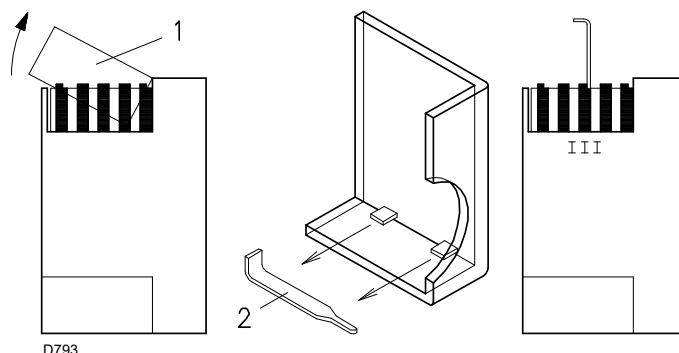
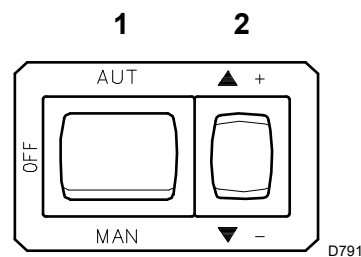

Fig. 23
Fig. 25
Chiudere i termostati/pressostati e mettere l'interruttore di Fig. 25 in posizione "MAN".
Premere ora il pulsante 2)(Fig. 25) "aumento potenza" e tenerlo premuto fino a quando il servomotore ha aperto la serranda aria e la farfalla del gas a 90°.
La potenza MIN va scelta entro il "Campo di lavoro" a pag. 9. Premere il pulsante 2)(Fig. 25) "diminuzione potenza" e tenerlo premuto fino a quando il servomotore ha chiuso la serranda aria e la farfalla del gas a 15° (regolazione fatta in fabbrica).
- Se bisogna diminuirla, ridurre un poco l'angolo della camma III (Fig. 23) con piccoli spostamenti successivi, cioè portarsi dall'angolo 15° a 13° - 11°....
- Se bisogna aumentarla, premere un poco il pulsante "aumento potenza" 2)(Fig. 25), (aprire di 10-15° la farfalla del gas), aumentare l'angolo camma III (Fig. 23) con piccoli spostamenti successivi, cioè portarsi dall'angolo 15° a 17° - 19°.... Quindi premere il pulsante "diminuzione potenza" fino a riportare il servomotore nella posizione di minima apertura e misurare la portata del gas.
Il servomotore segue la regolazione della camma III solo quando si riduce l'angolo della camma. Se bisogna aumentare l'angolo della camma, è necessario prima aumentare l'angolo del servomotore con il tasto "aumento potenza", poi aumentare l'angolo della camma III ed infine riportare il servomotore nella posizione di potenza MIN con il tasto "diminuzione potenza". Per l'eventuale regolazione della camma III, togliere il coperchio 1)(Fig. 23), inserito a scatto, come indicato nella (Fig. 23), estrarre l'apposita chiavetta 2)(Fig. 23) dal suo interno ed inserirla nell'intaglio della camma III.
Premere un poco il pulsante 2)(Fig. 25) "aumento potenza" in modo che una nuova vite 5)(Fig. 23) appaia all'interno dell'apertura 6)(Fig. 23), regolarla fino ad ottenere una combustione ottimale. Procedere allo stesso modo con le viti successive.
Fare attenzione che la variazione del profilo della camma sia progressiva. Spegnerne il bruciatore agendo sull'interruttore 1)(Fig. 25), posizione OFF, svincolare la camma a profilo variabile mettendo in posizione verticale l'incasso 2)(Fig. 25) dal servomotore, e verificare più volte ruotando a mano la camma avanti ed indietro che il movimento sia morbido e privo di impuntamenti. Per quanto è possibile, fare attenzione di non spostare le viti alle estremità della camma precedentemente regolate per l'apertura della serranda alla potenza MAX e MIN.
- rimuovendo il cofano ed agendo sull'interruttore "AUT/MAN" di Fig. 25.